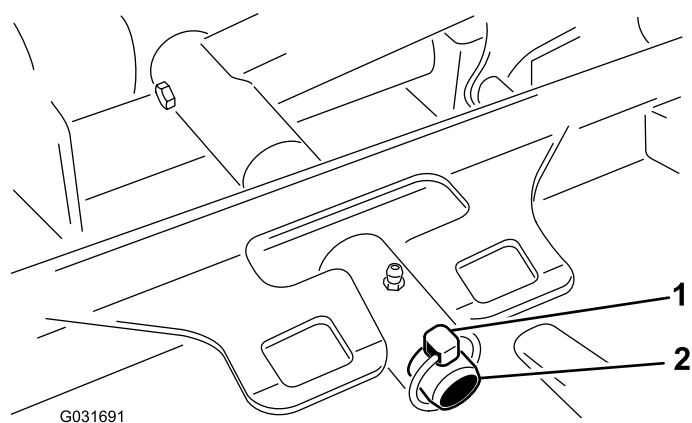

Figura 62
3. Togliete l'acciarino che fissa il telaio portante del piatto di taglio al perno di articolazione del braccio di sollevamento (Figura 62).
3. Fate scorrere il telaio portante del piatto di taglio sul perno orientabile del braccio di sollevamento e fissatelo con l'acciarino (Figura 62).